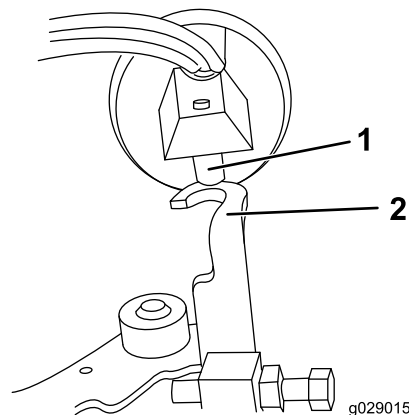

図 14
6. プランジャピンとエンジン停止レバーのフックが整列するように燃料ストップソレノイドの位置を決める 図 14。